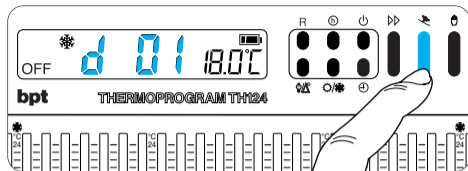

Fig. 43
**13.5** - Premere due volte il pulsante  (fig. 43).